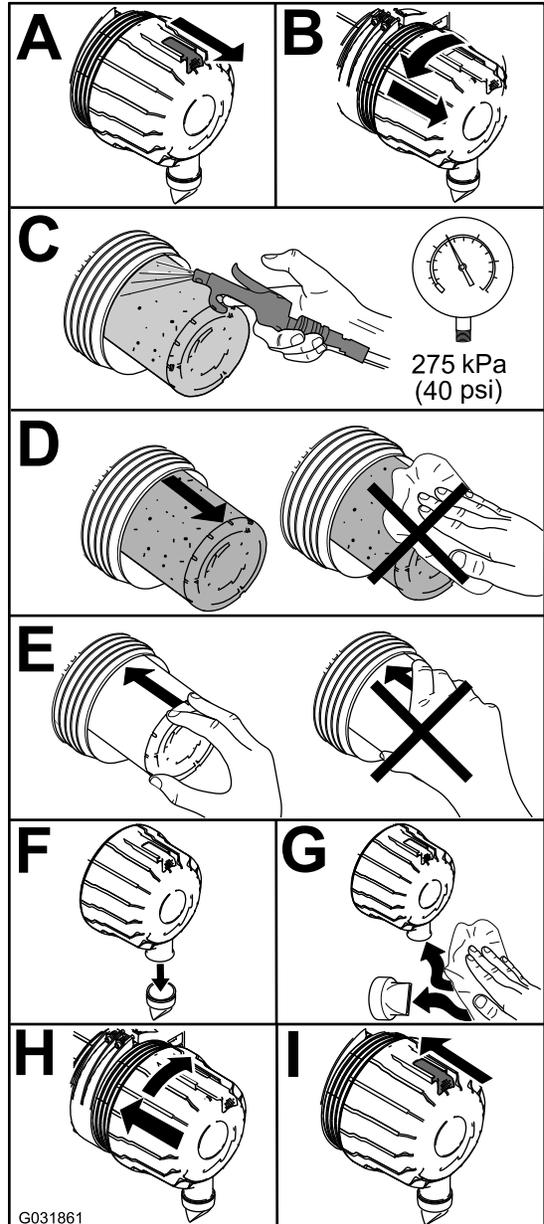

Figura 82
1. Substitua o filtro de ar (Figura 82).